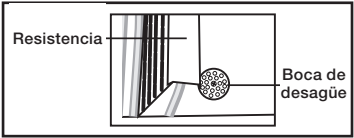

Fig. 8
- 5. Limpie las resistencias con un paño humedecido con agua jabonosa tibia (Fig. 8).